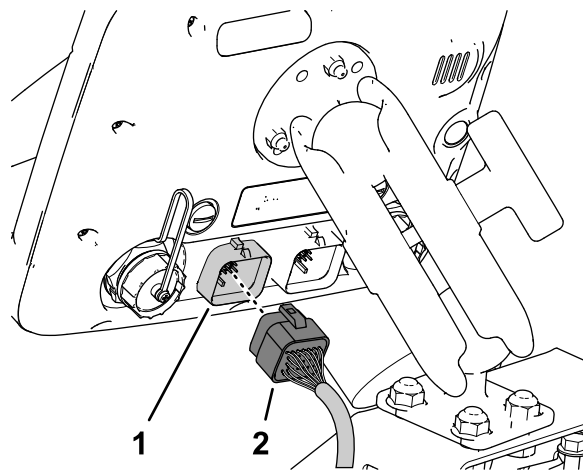

図 206
3. データ用ハーネスの 26 ソケットコネクタを、スプレーヤのモニタディスプレイの 26 ピンコネクタに接続する。コネクタ同士をしっかりと押し込んで確実にロックさせること図 206。